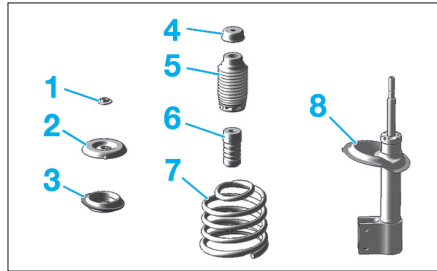

Fig. 9
- Déposer les éléments (1) à (7) (Fig.9).